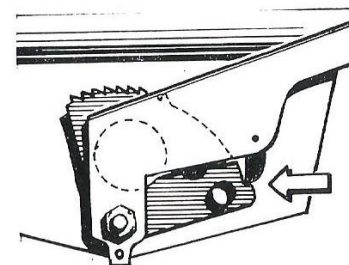

Bild 13
- Handbremshebel in Nullstellung (Bild 13) und Freigängigkeit beider Räder überprüfen.